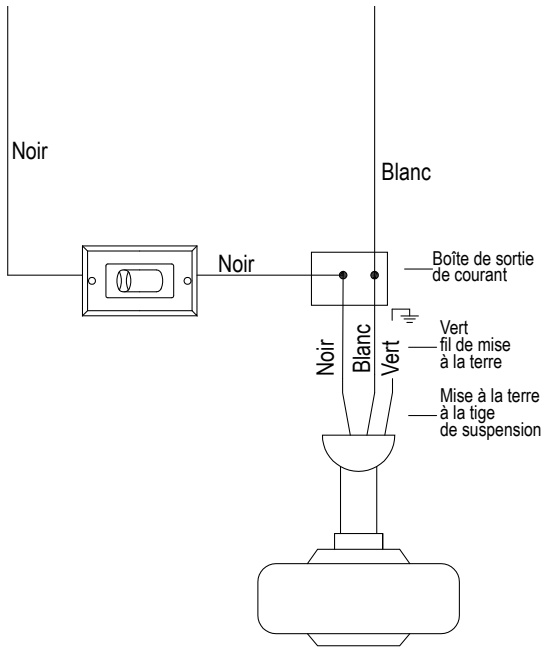

Fig. 7
**Étape 5.** Tournez les capuchons de connexion vers le haut et poussez les fils à l'intérieur de la boîte de sortie de courant avec précautions. (Fig. 7)